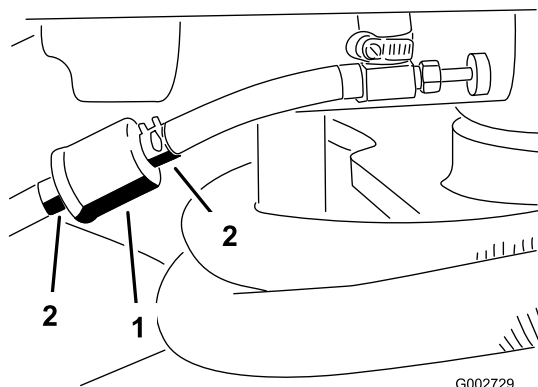

Рисунок 31
1. Закройте отсечной топливный клапан, ослабьте шланговый хомут на обращенной к карбюратору стороне фильтра и отсоедините от фильтра топливный трубопровод (Рисунок 31).